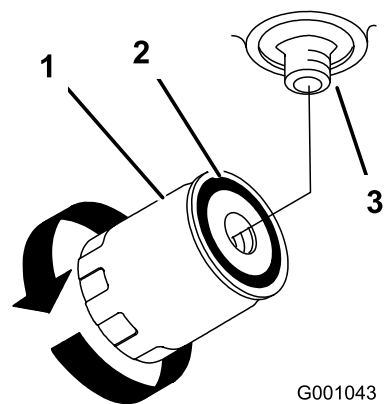

Figura 80
4. Aplique uma fina camada de fluido hidráulico na junta de borracha do filtro de substituição (Figura 80).
7. Encha o depósito hidráulico com fluido hidráulico até o fluido encher o filtro e depois rode o filtro do óleo no sentido dos ponteiros do relógio até a junta de borracha entrar em contacto com o adaptador do filtro; depois aperte o filtro mais 1/2 volta (Figura 80).